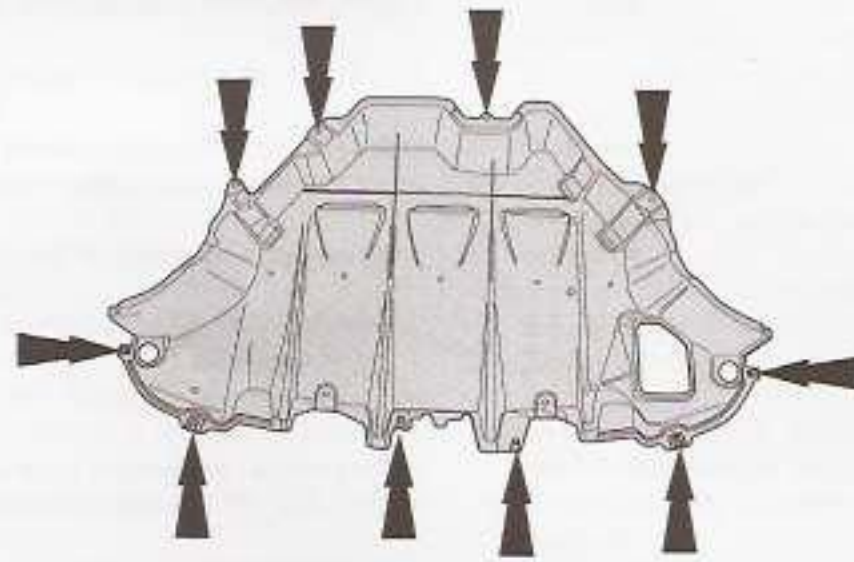
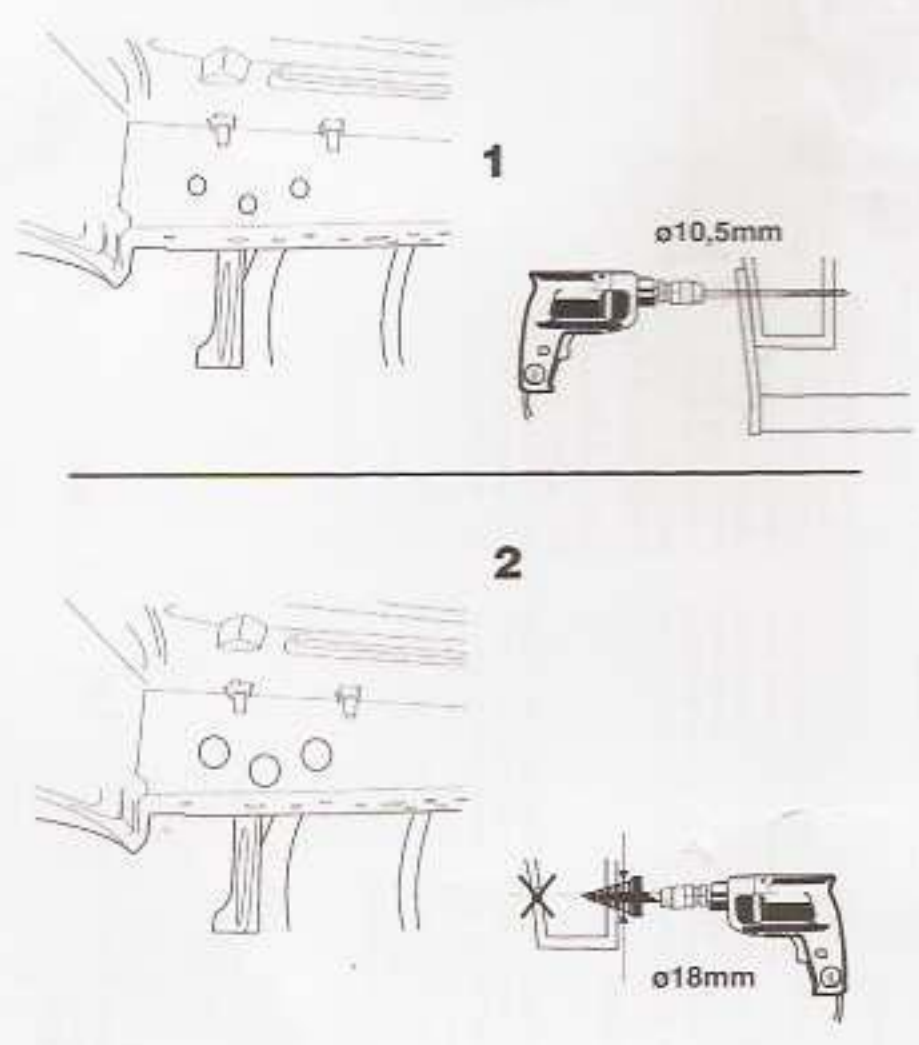

Fig. 1
Fig. 2
2. Die Stoßstange abmontieren. Siehe Abbildung 1.
3. Die Sicherheitsöse (R) abmontieren.
2. Démonter le pare-chocs. Voir la figure 1.
3. Démonter l'anneau de remorquage (D).
5. Percer les trous C de 10,5 mm de diamètre, de part en part. Voir la fig. 2.
7. Aléser les trous C à  $\varnothing 18$  mm. Voir la figure 2.
5. Die Löcher C mit einem Durchmesser von 10,5 mm durchbohren siehe Abb. 2.
7. Die Löcher C auf  $\varnothing 18$  mm vergrößern. Siehe Abbildung 2.
3. Demontera surrfästet (R).
5. Borra hålen C med en diameter på 10,5 mm. Se fig. 2.